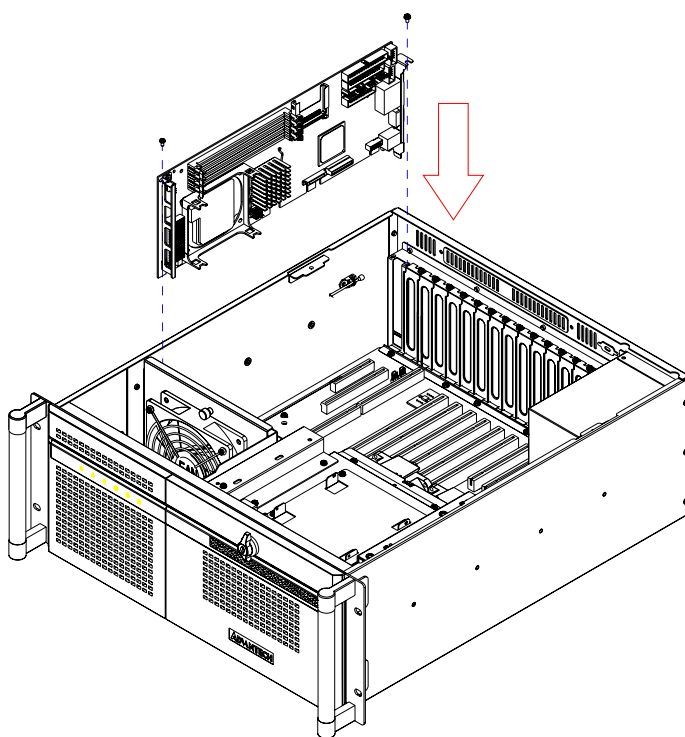

图 2.5：安装 CPU 卡
2. 将 CPU 卡（包含 CPU、CPU 散热器、RAM 和所需电缆）或附加卡竖直向下插入相应插槽。对于全长 CPU 卡，请确认卡的支架已正确插入，且卡的另一端已插在塑胶导引槽中。然后，用螺丝将卡固定在支架上（如图 2.5 所示）。